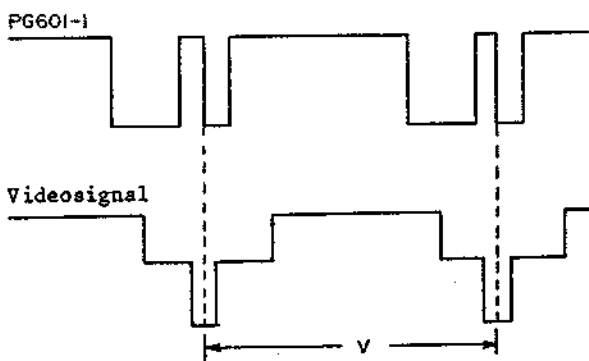

Abb. 4-107 Spurlagen-Voreinstellung
### (3) Spurlagen-Voreinstellung (Abb. 4-107, 4-151)